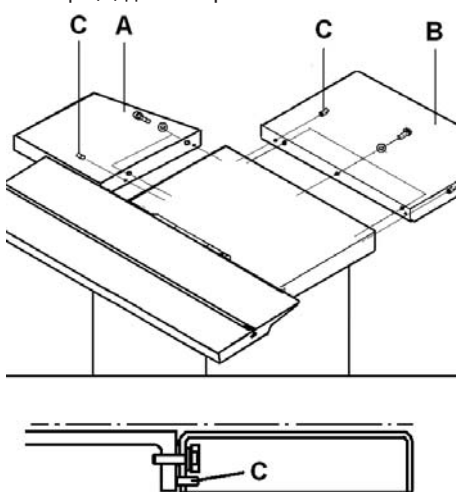

Рис. 2
- Закрепите удлинение стола при помощи болтов (рис. 2, A).
- Закрепите расширения стола (B) при помощи болтов.
- Параллельный упор используется в качестве поперечной линейки, установочный штифт (C) для настройки.